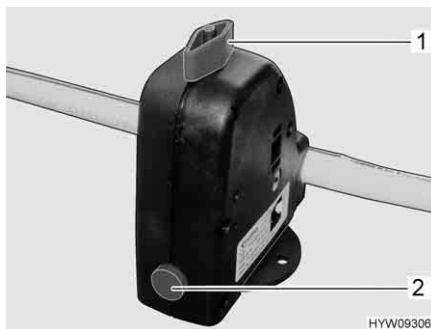

Fig. 108 Valvola di sicurezza/di scarico (boiler)
Il boiler è dotato di una valvola di sicurezza/di scarico (Fig. 108). La valvola di sicurezza/di scarico impedisce che l'acqua congeli nel boiler in presenza di basse temperature esterne, quando il riscaldamento dell'autocaravan non è acceso.
- Chiudere la valvola di sicurezza/di scarico. A tal fine ruotare la manopola (Fig. 108,1) verticalmente rispetto alla valvola di sicurezza/di scarico e premere verso l'interno il bottone automatico (Fig. 108,2).
- Aprire la valvola di sicurezza/di scarico. A tal fine ruotare la manopola (Fig. 108,1) nel senso della lunghezza della valvola di sicurezza/di scarico. Il bottone automatico (Fig. 108,2) scatta all'infuori. Il boiler viene svuotato verso l'esterno tramite la valvola di sicurezza/di scarico.